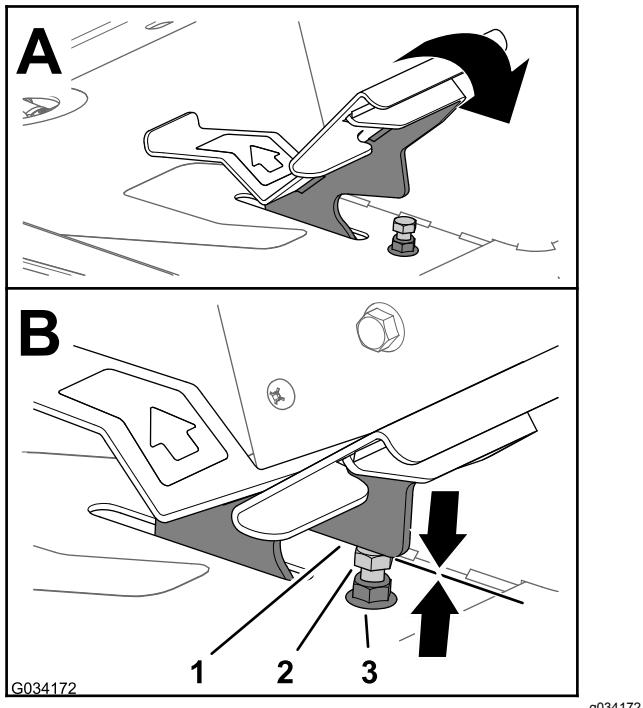
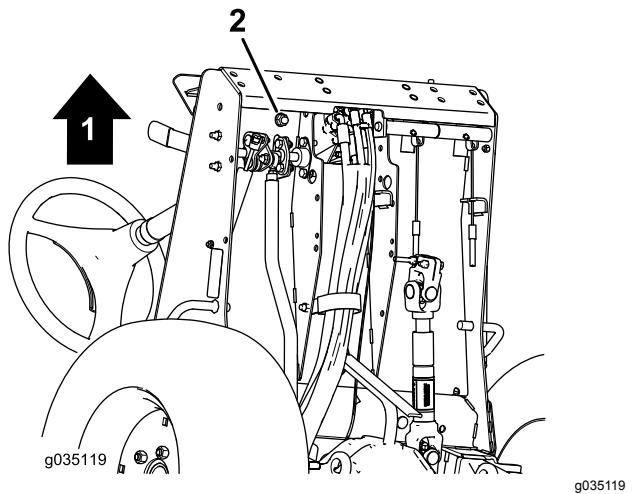

Figura 77
Figura 78
1. Mova o pedal de tração completamente para a frente (Figura 77).
- A. Segure no batente (Figura 77) com uma chave.
- B. Desaperte a porca de bloqueio na parte inferior da placa do apoio de pé (Figura 78).
- C. Mova o pedal de tração para a posição de marcha (Figura 77).
- D. Enquanto pressiona o batente, ajuste a porca de bloqueio que está acima da placa do apoio de pé (Figura 77) até que o pedal de tração toque no batente.
- F. Enquanto segura o pedal de paragem da tração, aperte a porca de bloqueio na parte inferior da placa de descanso dos pés (Figura 77 e Figura 78) com uma força de 37 a 45 Nm.